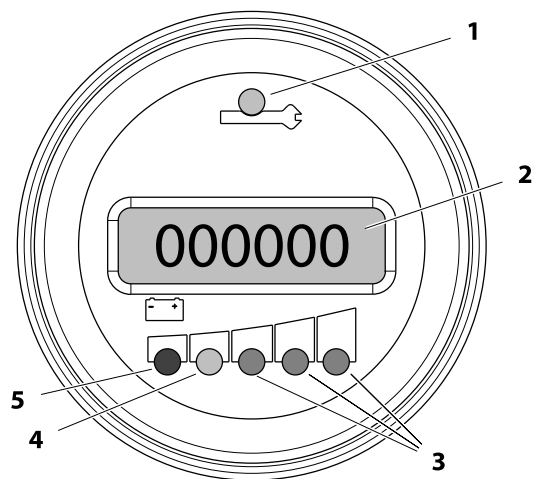

Fig. 3-3. Digital flerfunktionsindikator
- En lampa i form av en **skruvnyckelsikon (punkt 1)** tänds. (Se Fig. 3-3.)